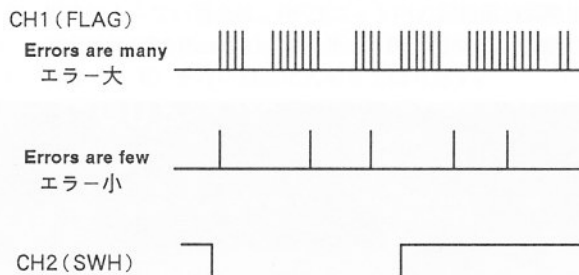

Fig. 6-8
- 3). Adjust the EQ control VR5 (Fig. 6-2) on the RF unit so that the error flag count is minimum. (Refer to Fig. 6-8.)
- 2). ファンクション・テープ (TY-7551) を再生したときのエラー・フラグの数が最小となる位置にRFユニット内のEQ調整用半固定抵抗VR5 (図6-2) を調整する。(図6-8参照)